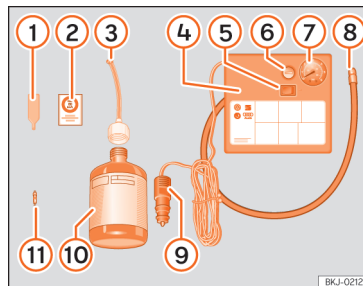

Fig. 251 Afîșajul standard: componentele kitului de reparare anvelope în caz de pană.
Kitul de reparare anvelope în caz de pană este amplasat sub podeaua portbagajului. Include următoarele componente »» fig. 251:
- Deșurubați capacul ventilului anvelopei și înșurubați-l. Utilizați dispozitivul » fig. 251 ① pentru a scoate capacul ventilului. Așezați-l pe o suprafață curată.
- Scuturați bine recipientul cu etanșant pentru anvelope » fig. 251 ⑩.
- Înșurubați furtunul de umflare » fig. 251 ③ pe recipientul cu etanșant. Sigiliul recipientului se va rupe automat.
- Scoateți capacul de umplere » fig. 251 ③ și înșurubați capătul deschis al tubului pe ventilul anvelopei.
- Înlocuiți capacul cu dispozitivul » fig. 251 ① pe ventilul anvelopei.
- Înșurubați furtunul compresorului pentru umflarea anvelopei » fig. 251 ⑧ pe ventilul anvelopei.
- Verificați dacă șurubul de evacuare a aerului este închis » fig. 251 ⑥.
- Cuplați mufa » fig. 251 ⑨ la priza de 12 V a autovehiculului » pag. 257.
- Porniți compresorul de aer de la comutatorul ON/OFF (pornit/oprit) » fig. 251 ⑤.
- Lipiți autocolantul » fig. 251 ② pe afișajul panoului de bord, în câmpul vizual al șoferului.
Înșurubați din nou tubul de umflare >>> **fig. 251**